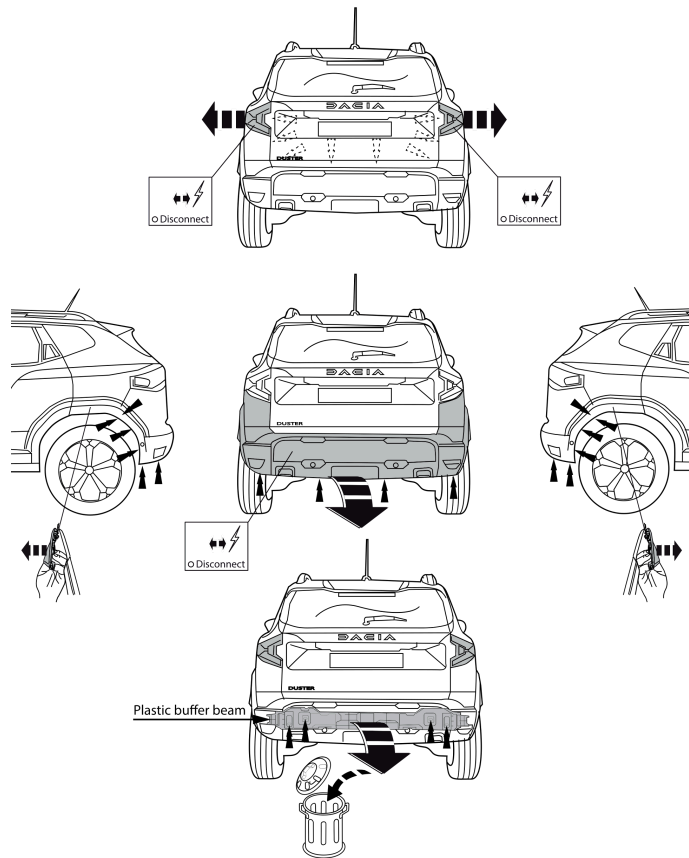

Fig. 1
1. Снять оба блока задних фар. Снять пластмассовые защитные колпаки. Снять бампер. См. рисунок 1.
2. Внимание, если есть: Снимите внутренние части пластикового бампера и замените болты. См. рисунок 1.